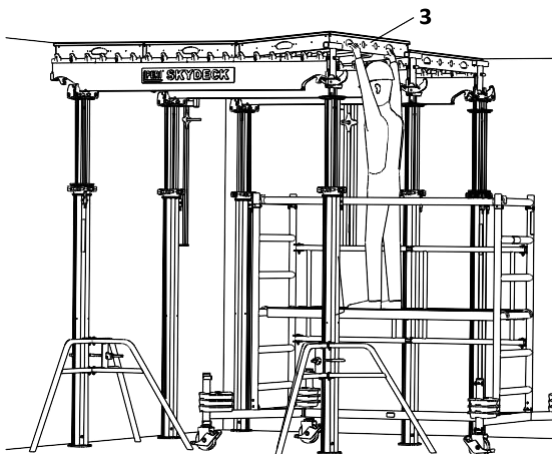

Fig. A4.10
6. Поставете панелите (3). (Fig. A4.10)